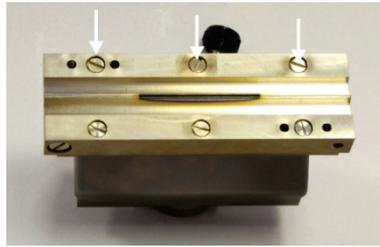

Fig. 45 Vis sur la mâchoire avant du brûleur
1. Dévisser les vis de la mâchoire avant du brûleur (flèches dans Fig. 45) (la vis de fixation du brûleur sur le manchon de la chambre de mélange se trouve sur le côté de la mâchoire avant du brûleur).